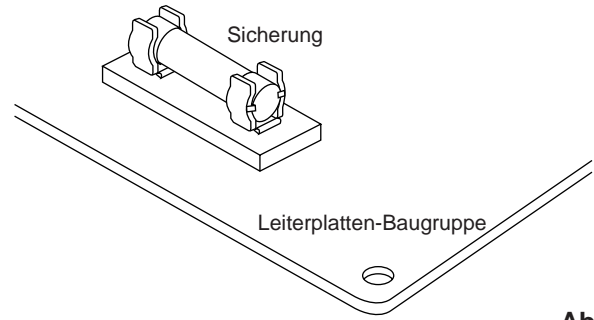

Abb. 5
- Nehmen Sie die Leiterplatten-Baugruppe aus der Box mit den elektrischer Komponenten Ziehen Sie dann die Sicherung aus der Leiterplatten-Baugruppe. (Abb. 5)